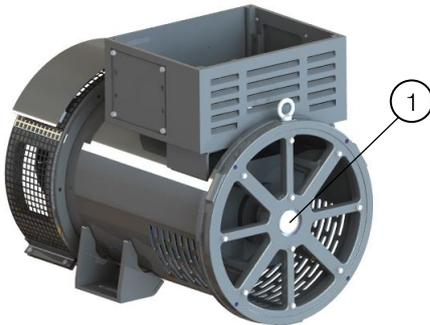

Figura 14.5: Instalación del vástago roscado
- En el lado no acoplado, debe ser instalada un vástago roscado (M20) en el agujero de centro del eje, para apoyar y mantener el rotor suspendido en el centro de su holgura radial, posibilitando el desmontaje de la tapa trasera del generador. La Figura 14.5 indica el punto de instalación del vástago para apoyo del eje.
Detalle de la Figura 14.5: